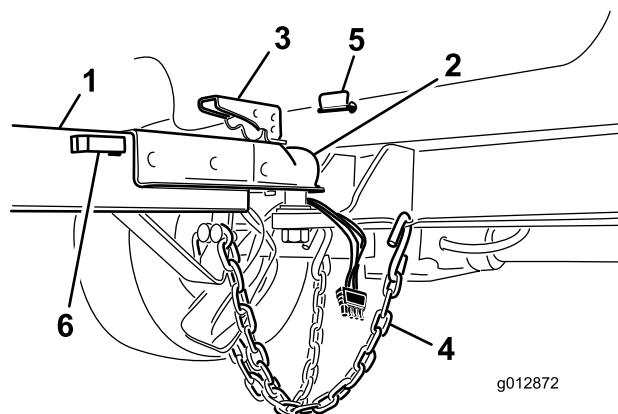

図 14
2. トングのレバーを持ち上げながらカバーをボール・ヒッチの上に降ろす（図 14）。